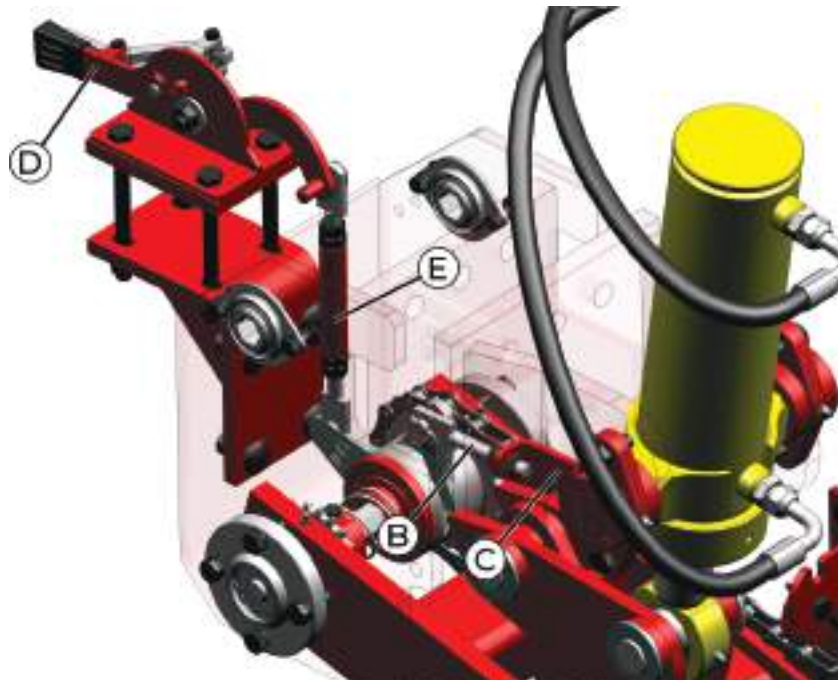

fig. 45
O desligamento automático (*fig. 45*), vinculado ao levante do implemento, é realizado por meio da haste (B) montada no suporte do cilindro (C). Já no desligamento manual, a haste (E) é responsável pelo desligamento, sendo esta acionada pela alavanca do desligador (D).